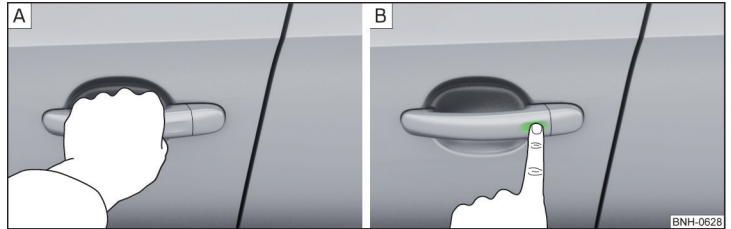

Abb. 48 Fahrzeug entriegeln / Fahrzeug verriegeln
- Den Türgriff greifen, um das Fahrzeug zu **entriegeln** » Abb. 48 - **A**.
- Den Sensor am Türgriff mit dem Finger berühren, um das Fahrzeug zu **verriegeln** » Abb. 48 - **B**.